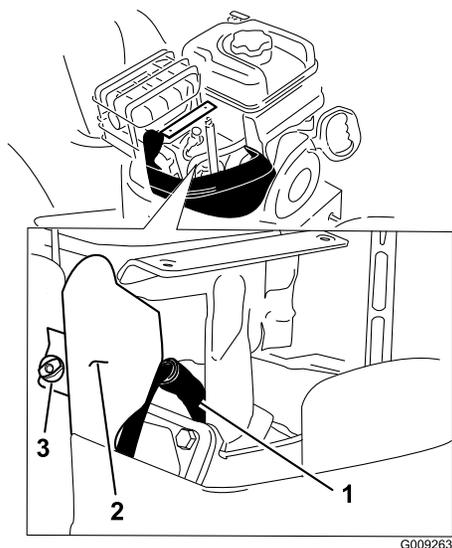

Figura 56
4. Togliete la vite a testa zigrinata della staffa e la staffa (Figura 56).
5. Pulite attorno alla base della candela (Figura 56).